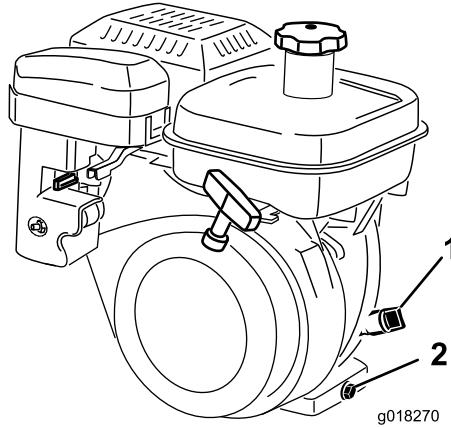

Рисунок 30
- Установите газонокосилку так, чтобы двигатель располагался горизонтально, и очистите зону вокруг масломерного щупа (Рисунок 30).
- Извлеките масломерный щуп, вывернув его против часовой стрелки (Рисунок 30).
- Протрите масломерный щуп до чистоты и вставьте его в заливное отверстие. Не завинчивайте щуп в отверстие. Затем выньте щуп и проверьте уровень масла. Если уровень низкий, добавьте ровно столько масла, чтобы поднять уровень до области между метками «H» и «L» на щупе (Рисунок 30).
2. Поместите сливной поддон под пробку сливного отверстия в задней части машины (Рисунок 30). Ослабьте пробку сливного отверстия.